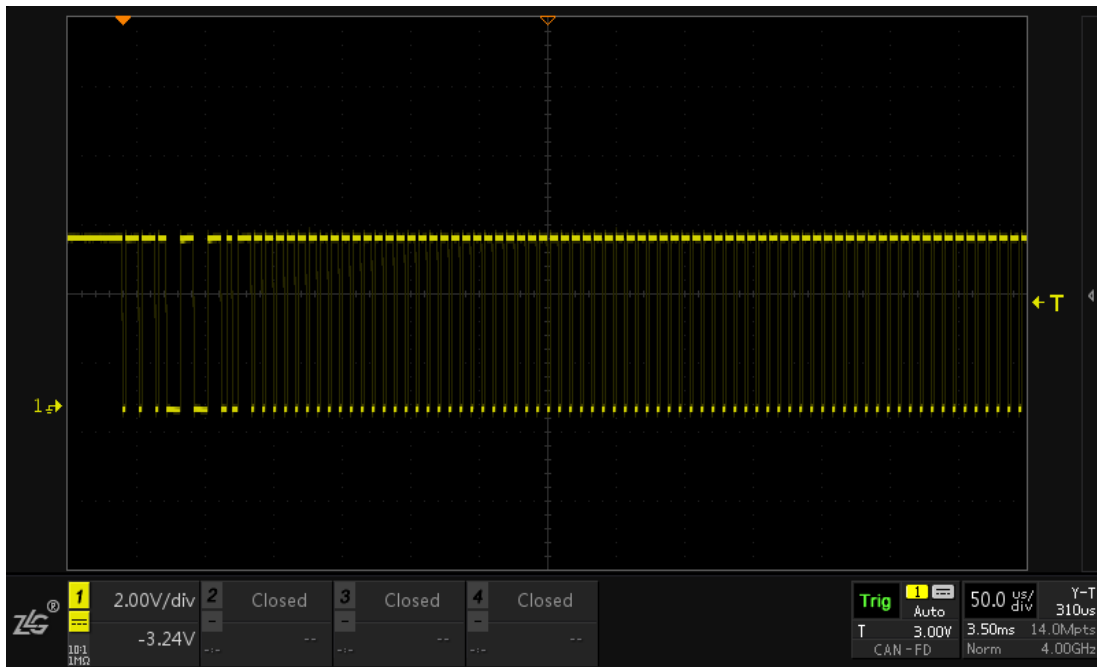

图 15.18 CAN-FD 信号捕获
- 1、将 CAN-FD 的信号接到通道 1 中，点击【Auto Setup】一键捕获波形，让波形以较好的效果显示在界面，如图 15.18 所示;